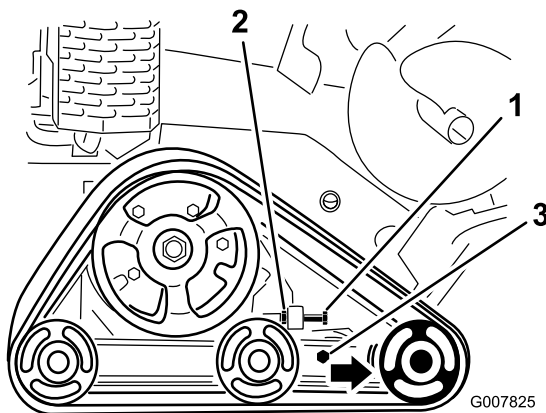

Figure 47
3. Desserrez l'écrou de blocage sur le boulon de réglage de tension de la chenille et les boulons de serrage du bras de tension (Figure 47).
4. Serrez le boulon de réglage de tension à un couple de 32,5 à 40,7 Nm pour tendre la chenille (Figure 47).
4. Desserrez le boulon de réglage de tension et l'écrou de blocage (Figure 47).
5. Desserrez les boulons de serrage (Figure 47).